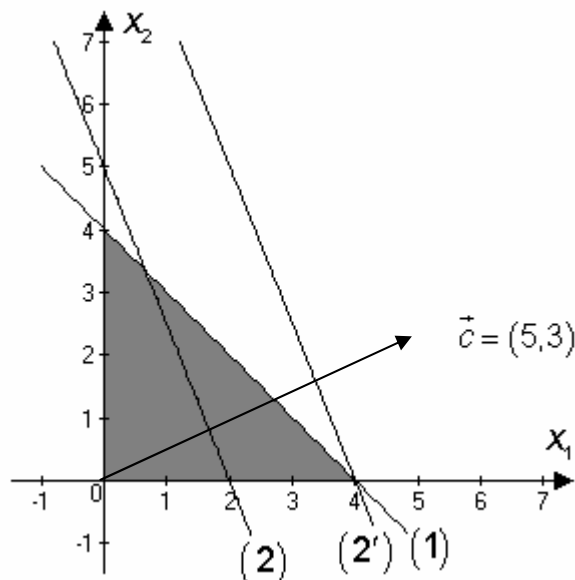

Рис. 2.5.2
При увеличении запаса второго дефицитного ресурса, прямую (2) следует двигать до точки (4,0), такому положению прямой соответствует уравнение $5x_1 + 2x_2 = 20$, и изменение запаса второго ресурса равно 10. Максимальная прибыль $z(4,0)=20$, изменение прибыли при изменении запаса второго ресурса равно $20 - 40/3 = 20/3$ (рис. 2.5.2).